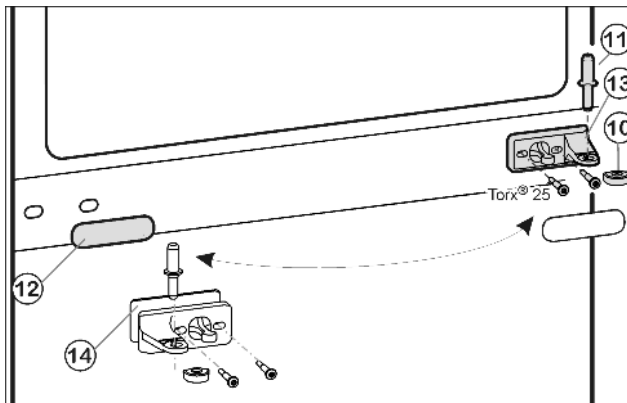
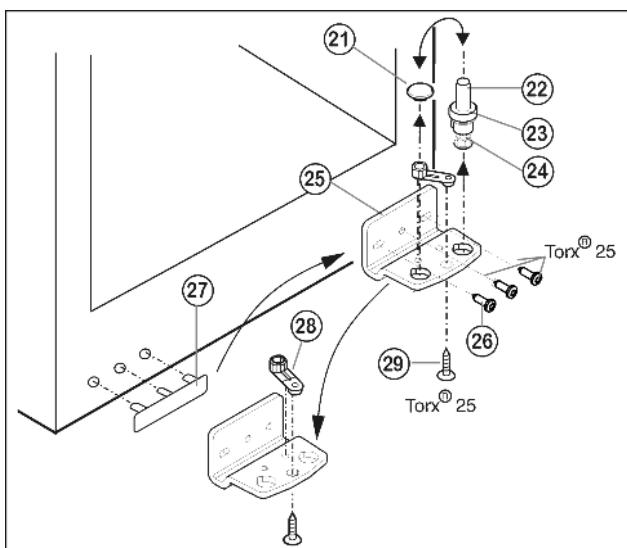

Fig. 5
Fig. 6
- ▶ Retirer le pivot central Fig. 5 (11) de sa charnière et de la porte inférieure.
- ▶ Retirer le capuchon en plastique Fig. 5 (10).
- ▶ Dévisser le support d'appui du milieu Fig. 5 (13) (2 Torx® 25).
- ▶ Retirer avec précaution le panneau-cache Fig. 5 (12).
- ▶ Visser le support d'appui du milieu Fig. 5 (13) avec le support pivoté Fig. 5 (14) de 180° sur le nouveau côté charnière (avec 4 Nm).
- ▶ Encliqueter de nouveau le panneau-cache Fig. 5 (12) tourné de 180° sur le nouveau côté poignée.
- ▶ Dévisser le pivot Fig. 6 (22) complètement avec le disque Fig. 6 (23) et le pied réglable Fig. 6 (24) vers le haut.
- ▶ Enlever le bouchon Fig. 6 (21).
- ▶ Dévisser Fig. 6 (26) le support d'appui Fig. 6 (25).
- ▶ Dévisser l'élément pivotant Fig. 6 (28) et le permuter dans le trou opposé du support d'appui.
- ▶ Soulever le cache côté poignée Fig. 6 (27) avec précaution et le positionner sur le côté opposé.
- ▶ Revisser à fond le support d'appui Fig. 6 (25) sur le nouveau côté charnière en utilisant une visseuse sans fil si nécessaire, avec un couple de serrage de 4 Nm.
- ▶ Replacer le bouchon Fig. 6 (21) dans l'autre trou.
- ▶ Replacer le pivot Fig. 6 (22) complètement avec le disque et le pied réglable. Faire attention à ce que les ergots d'encliquetage soient tournés vers l'arrière.
- ▶ Placer la porte supérieure par le haut sur le pivot inférieur Fig. 6 (22).
- ▶ Remettre le capuchon en plastique Fig. 5 (10) sur le support d'appui central Fig. 5 (13).
- ▶ Placer le pivot du milieu Fig. 5 (11) sur le nouveau côté charnière à travers le support d'appui central Fig. 5 (13) dans la porte inférieure.
- ▶ Placer la porte supérieure sur le pivot du milieu Fig. 5 (11).
- Aligner éventuellement les portes à la carrosserie grâce aux deux trous longitudinaux dans le support d'appui inférieur *Fig. 6 (25)* et le support d'appui central *Fig. 5 (13)*. Pour cela, dévisser la vis centrale du support d'appui inférieur *Fig. 6 (25)*.